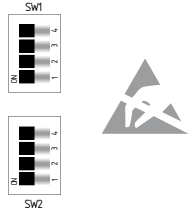

Fig. 3
Configuración del tiempo (véanse figs. 3 y 4)
- Los interruptores DIP se encuentran debajo de la cubierta frontal del relé de seguridad (véase fig. 3 y 4).